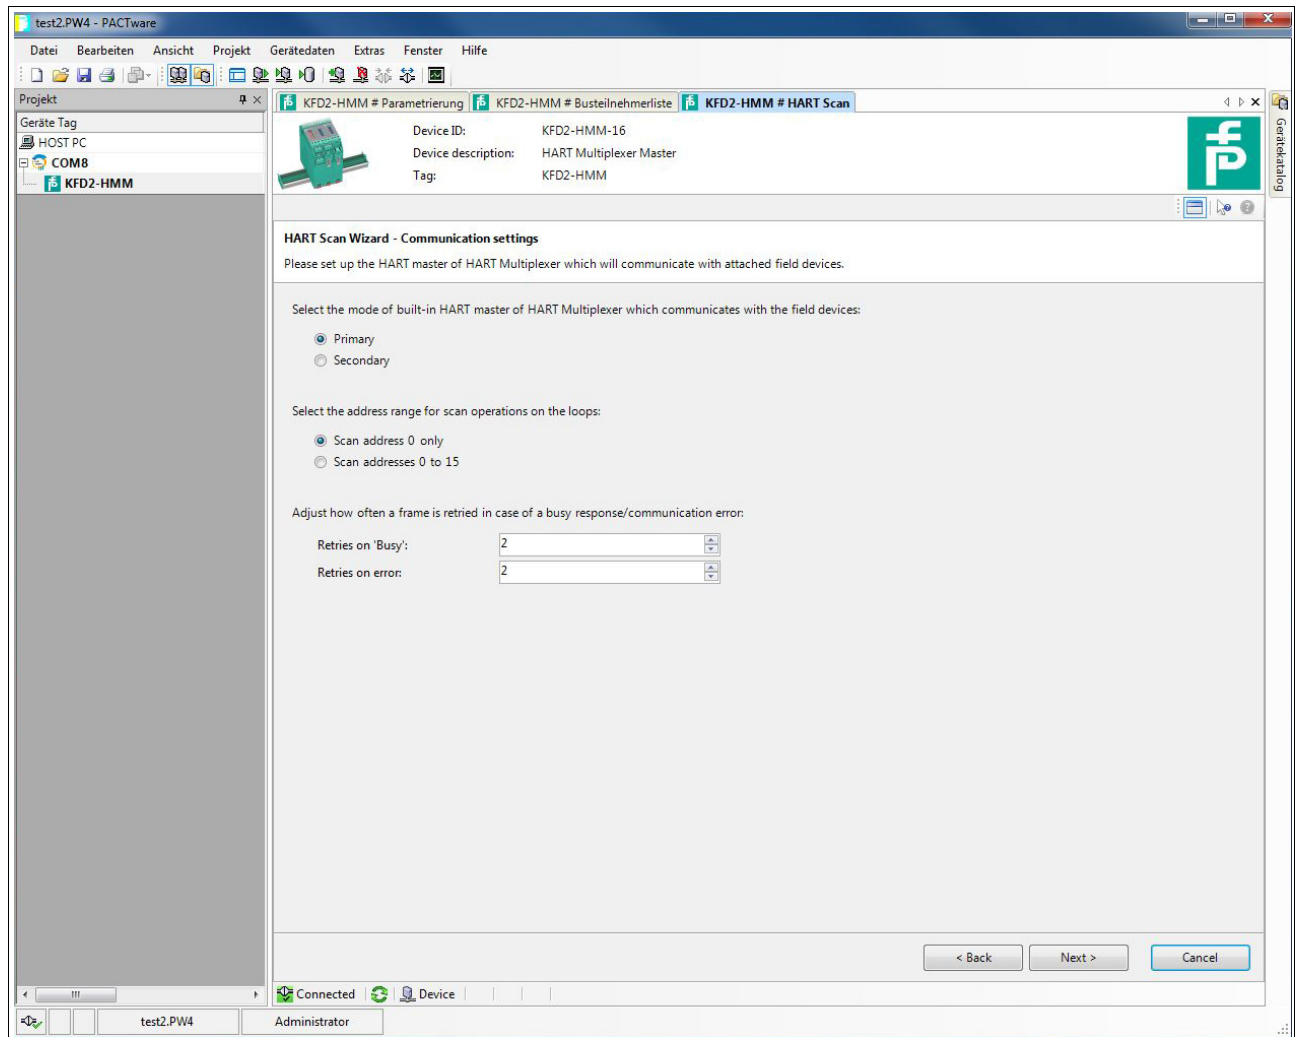

Abbildung 6.14 Kommunikations-Optionen im HART-Scan-Fenster
- **First commissioning:** Wählen Sie diese Option, um ein komplettes grundlegendes Setup des FDT-Projektes zu erstellen. Dabei werden im FDT-Projekt enthaltenen Geräte wie Multiplexer-Master, Multiplexer-Slaves und Feldgeräte inklusive der Kommunikationseinstellungen erfasst und analysiert. Wenn Sie diese Option wählen, müssen Sie in den nächsten Schritten weitere Einstellungen vornehmen, siehe Abbildung 6.14: